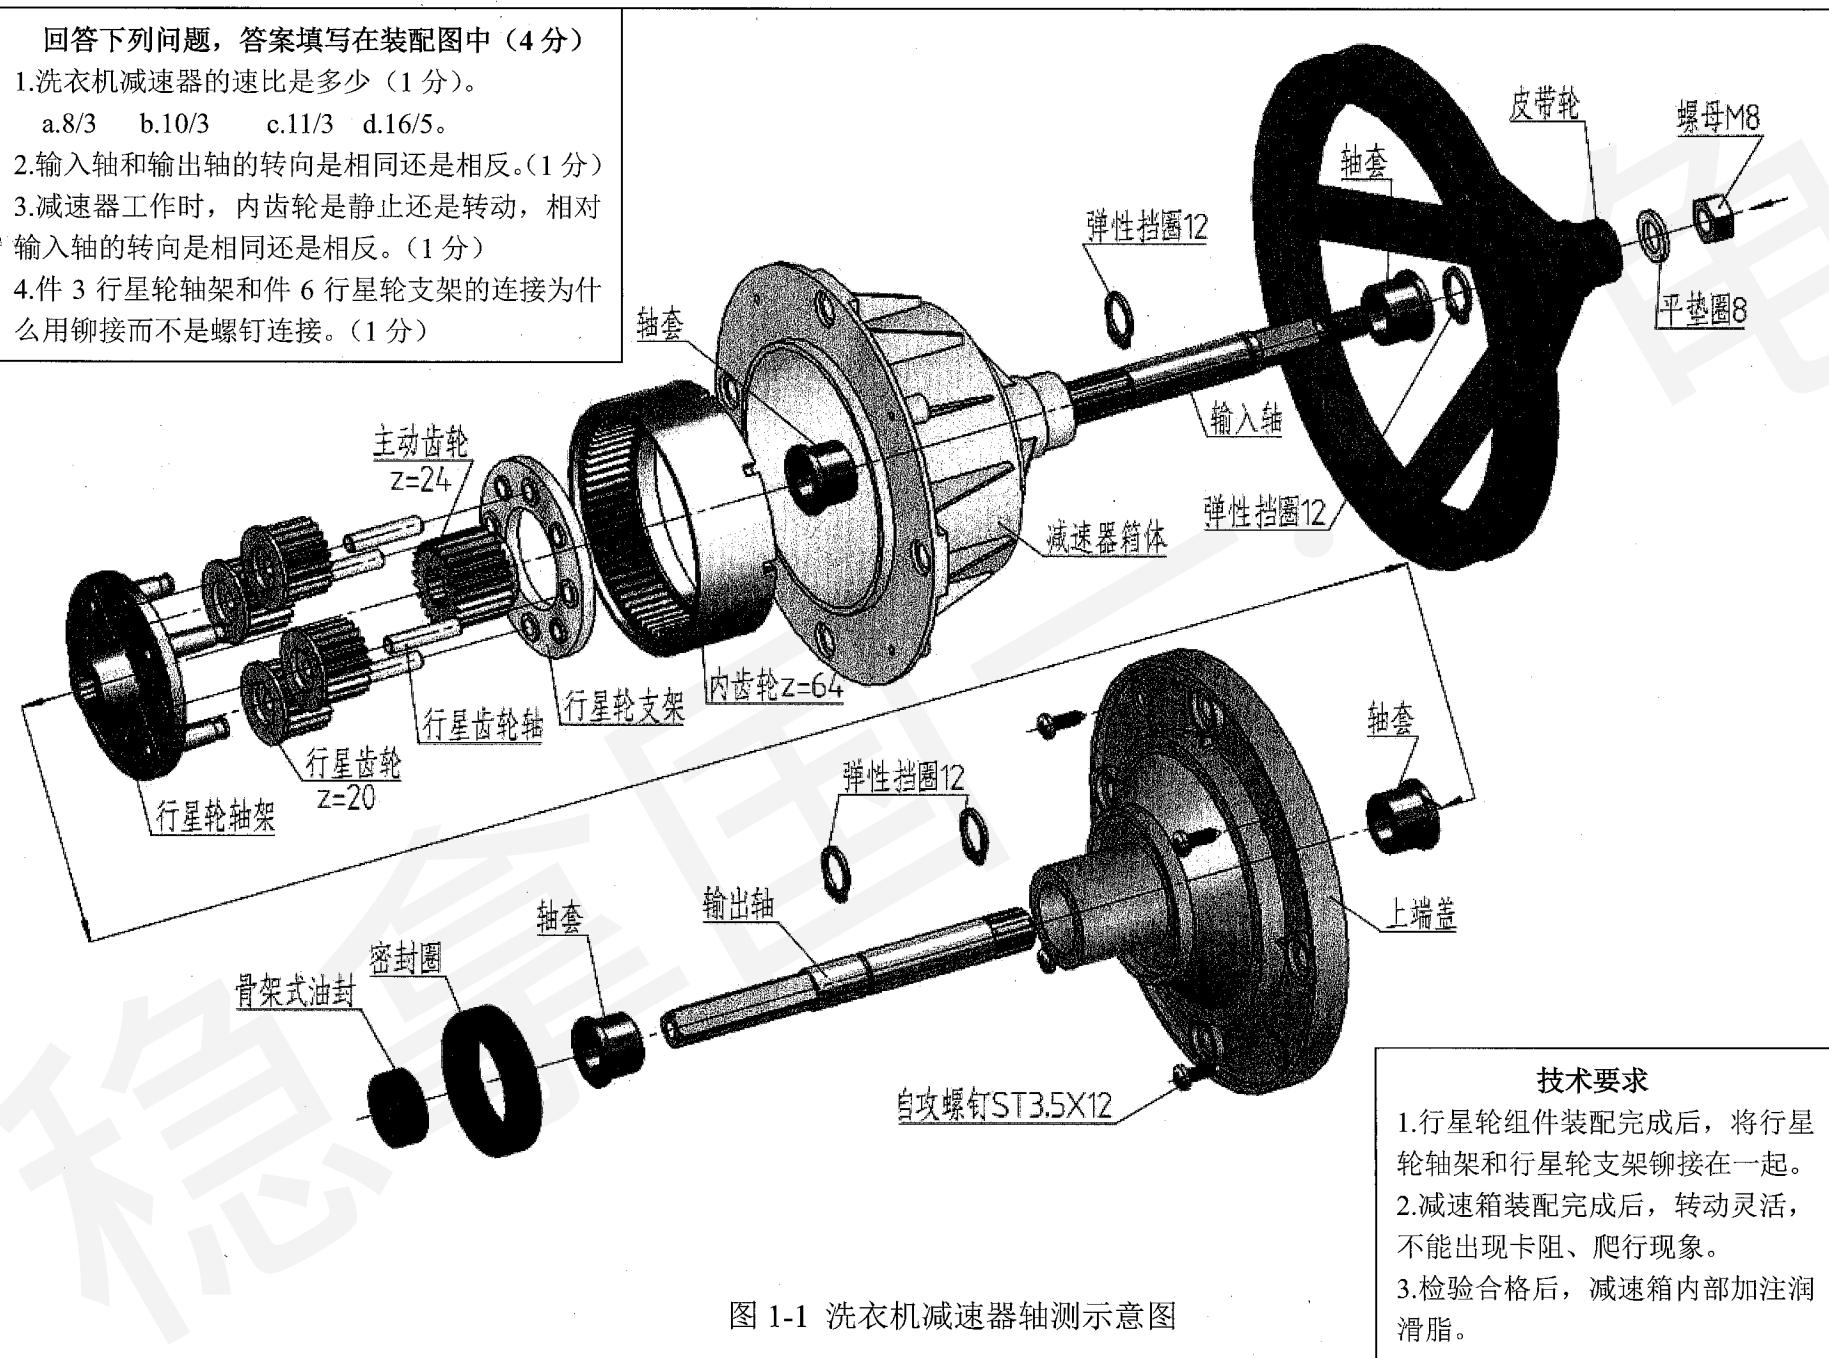

图 1-1 洗衣机减速器轴测示意图
- 2、将零件组装成减速器（参阅图1-1轴测示意图和表1）15分。
洗衣机减速器共计18种零件（见表1），洗衣机减速器轴测示意图（如图1-1所示），请按正确的方式组装。装配体应显示齿轮，花键和螺纹。标准件可以调用软件自带的标准件库，也可参阅图1-5绘制。